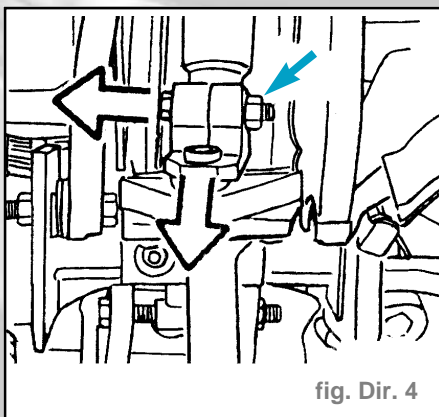

fig. Dir. 4
- Déposer la vis de blocage de l'arbre inférieur sur l'arbre supérieur (fig. Dir. 4).